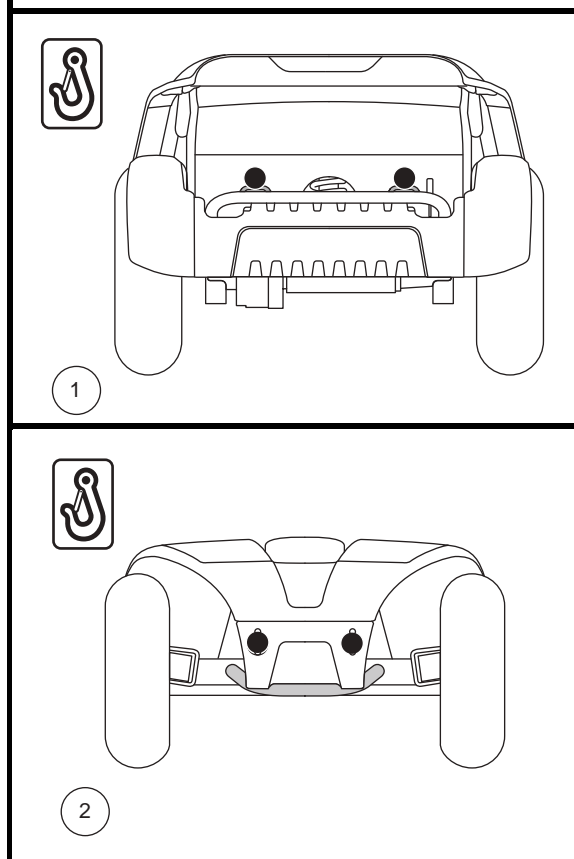

Figure 8. Points d'ancrage (identifié avec des points noirs)
Le VMP doit toujours être ancrés face à l'avant du véhicule. Fixez les quatre (4) courroies aux points d'ancrage désignés sur le VMP. **Voir la figure 8.** Serrez-bien les courroies pour retirer le jeu excessif. N'attachez jamais le VMP par ses composants réglables ou mobiles tels que les accoudoirs, capots ou roues. Ces articles devraient être enlevés. Positionnez les points d'ancrage arrière des courroies directement derrière le VMP. Les points d'ancrage avant sont disposés plus loin de chaque côté du VMP afin d'augmenter la stabilité latérale.